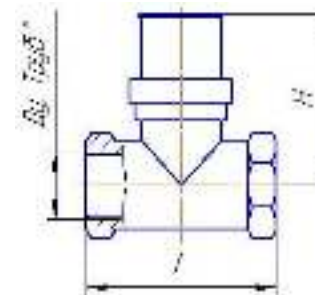

Рисунок 1
2.8 Масса и габариты приведены на рис. 1 и в табл. 2